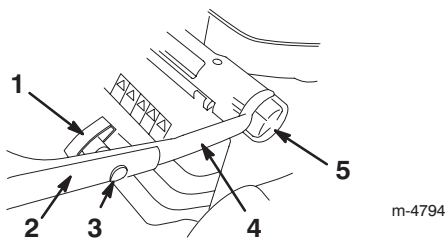

Figure 2
2. Desserrez les boutons de réglage de hauteur du mancheron et tournez la partie inférieure du mancheron vers l'arrière de la tondeuse, jusqu'à ce qu'elle vienne se loger dans l'une des positions de réglage de hauteur, comme indiqué à la Figure 2.
4. Montez la partie supérieure sur la partie inférieure du mancheron à l'aide des boulons à tête ovale et installez les boutons comme indiqué à la Figure 2. *Serrez fermement les boutons.*
Le mancheron dispose de trois positions de réglage en hauteur : haut, moyen, bas (Fig. 2). Réglez le mancheron à la hauteur la plus confortable pour vous.